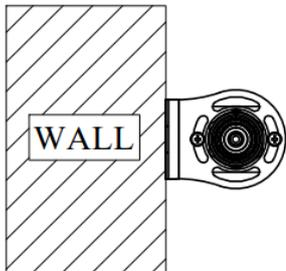

Figure 1
- ☞ マウントブラケットは、壁面マウント (図 1) と吊りマウント (図 2) の両方に使用できます。
- ☞ The mount bracket is for the use of both Wall mount (Figure 1) and Hanging mount (Figure 2).